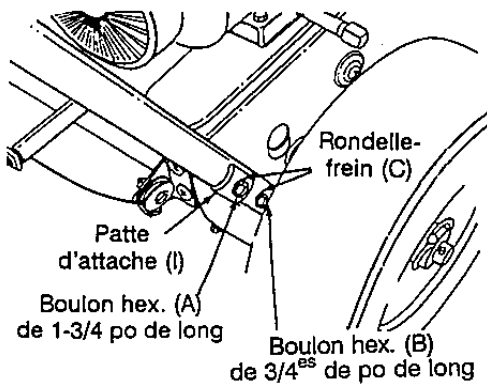

FIGURE 3
1. Appuyez le côté plat du mancheron de droite contre la souffeuse. Enfoncez un boulon hex. (B) et une rondelle-frein (C) dans le trou du bas du mancheron à la souffeuse). Des écrous sont soudés sur l'intérieur du châssis pour ces boulons. Voir la figure 3. Ne serrez pas encore.
2. Positionnez la patte d'attache (I) sur les trous supérieurs des manchérons (parties courbes l'une contre l'autre) et maintenez en place avec des rondelles-frein (C) et des boulons hex. (A). Voir la figure 3. Ne serrez pas encore.